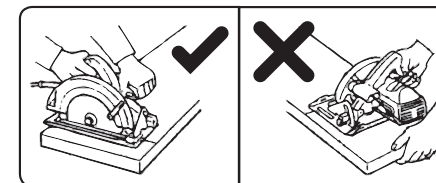

Abb. 9
- Ergreifen Sie die Säge fest mit beiden Händen am Hauptgriff und am vorderen Griff (siehe Abb. 9) und legen Sie sie mit dem Vorderteil der Grundplatte so